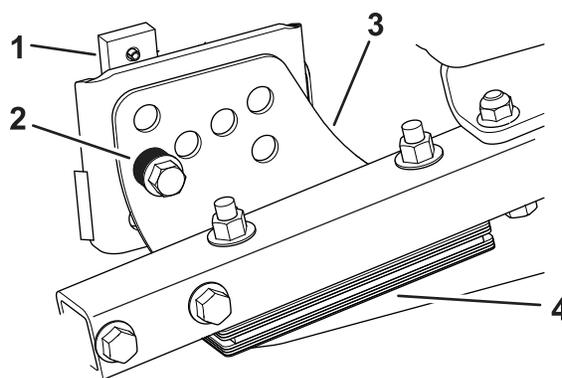

図 19
2. 図 19 のように、各刈り高ブラケットを刈り高プレート前と右と左に固定しているボルトをゆるめる。
4. チェンバを支えておきながらスペースを取り外す 図 19。